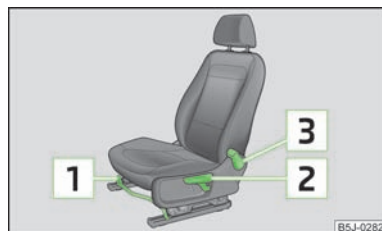

Fig. 36
- Tirez la manette (dans la zone centrale) **1** » fig. 36 vers le haut et poussez simultanément le siège dans la position souhaitée.
- Si vous souhaitez lever le siège, tirez la manette **2** » fig. 36 ou pompez vers le haut.
- Délester le dossier du siège (ne vous appuyez pas contre le dossier), tirer la manette **3** » fig. 36 vers l'arrière et régler l'inclinaison souhaitée en appuyant avec le dos.